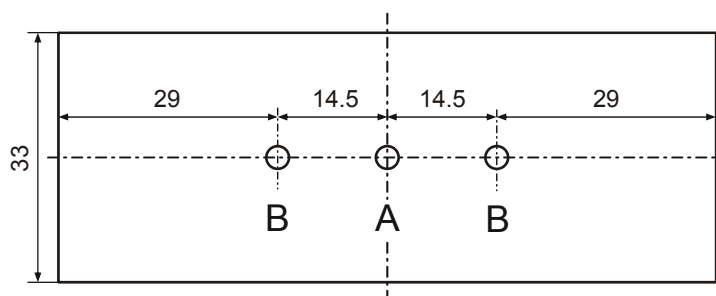
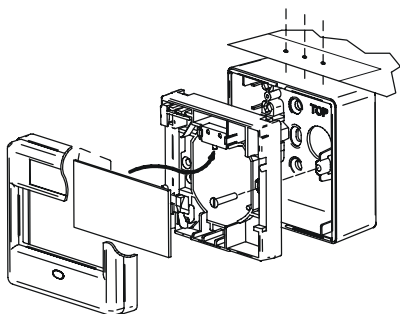
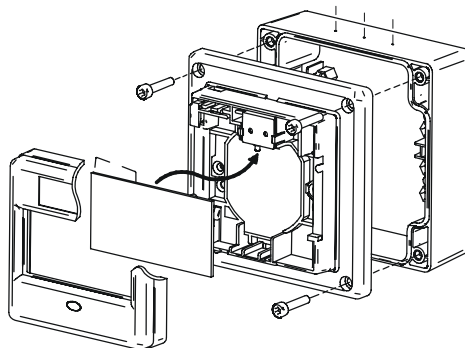

Fig. 3
Fig. 4
Fig. 5
If you are using a back box, you will have to determine the positions for the feeding openings. With the FDM225, if these openings shall be positioned at the top or bottom, you will have to determine them by means of the template (Fig. 3 and Fig. 4). With the FDM226, the positions are indicated on the back box.
Falls Sie einen Gehäuseboden verwenden, müssen Sie die Positionen der Zuleitungsöffnungen bestimmen. Falls diese oben oder unten sind, müssen Sie diese beim FDM225 mit Hilfe der Bohrschablone (Fig. 3 und Fig. 4) festlegen. Beim FDM226 sind die Bohrstellen auf dem Gehäuseboden markiert.
4. Fix the call point unit to the back box. The required screws are located below the cover (Fig. 4 and Fig. 5).
5. Assemble the manual call point (Fig. 4 and Fig. 5).
4. Befestigen Sie den Schalteinsatz im Gehäuseboden. Die erforderlichen Schrauben befinden sich unter der Abdeckung (Fig. 4 und Fig. 5).
5. Bauen Sie den Handfeuermelder zusammen (Fig. 4 und Fig. 5).
Si vous utilisez un fond de boîtier, vous devez déterminer les positions des orifices des câbles d'alimentation. Si ceux-ci sont en haut ou en bas, vous devez les déterminer à l'aide du gabarit de perçage (Fig. 3 et Fig. 4). Avec le FDM226, les emplacements de perçage sont marqués sur le fond de boîtier.
Si utiliza una carcasa, deberá determinar las posiciones de las aberturas para las líneas de alimentación. En el modelo FDM225, si las aberturas se hallaran en la parte superior o inferior, deberán determinarse utilizando la plantilla (Fig. 3 y Fig. 4). En el FDM226 las posiciones están indicadas en la carcasa.
4. Fixez l'unité de commutation sur le fond de boîtier. Les vis requises à cet effet se trouvent sous le cache (Fig. 4 et Fig. 5).
5. Remontez le déclencheur manuel (Fig. 4 et Fig. 5).
4. Fije la electrónica de pulsador en la carcasa. Los tornillos necesarios se hallan bajo la cubierta (Fig. 4 y Fig. 5).
5. Ensamble el pulsador manual (Fig. 4 y Fig. 5).
Se si utilizza la cassetta posteriore, è necessario individuare le posizioni delle aperture per l'alimentazione. Se queste si trovano sulla parte superiore o inferiore, è necessario individuarle sul modello FDM225 con l'aiuto del modello (Fig. 3 e Fig. 4). Nel modello FDM226 le posizioni sono indicate nella cassetta posteriore.
4. Fissare l'unità interna pulsante al contenitore pulsante. Le viti necessarie si trovano dietro alla copertura (Fig. 4 e Fig. 5).
5. Assemblare il pulsante manuale (Fig. 4 e Fig. 5).